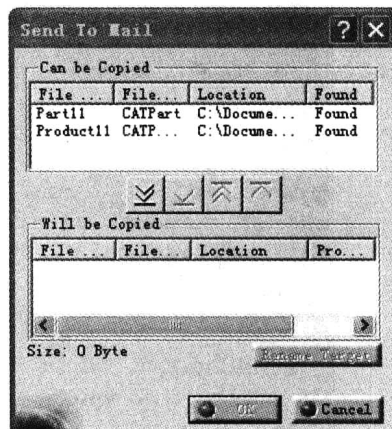

图 1-22 【邮件发送 Send To Mail】对话框
① 先将要发送出去的文件进行保存，否则发送不出去。
② 选择【File】→【Send To】→【Mail】命令，弹出如图 1-22 所示的对话框。
③ 在上面的白色方框中选取所要发送的文件，单击 按钮，把文件添加到下面的方框内，单击 按钮则全部添加。此时可以单击对话框右下角的【目标文件重命名 Rename Target】按钮来更改目标文件的名称。单击【确定 OK】按钮即可发送出去。